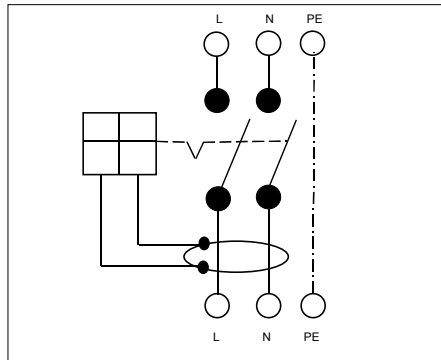

Bild 1
Bild 1 zeigt die Funktion der ortsveränderlichen Schutzeinrichtung mit **RCD ohne Hilfsspannung**. Diese RCD schaltet die Phase (L) und den Neutralleiter (N) im Fehlerfall ab. Der Schutzleiter (PE) ist immer durchgängig.